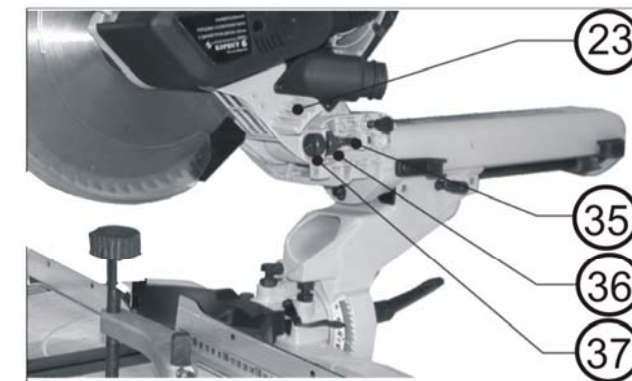

Рис. 5
Изучив приведенную ниже таблицу 3, Вы можете настроить вашу пилу на пиление потолочных плинтусов с углами 52° и 38°, (см. Рис. 7). Пиление напольного плинтуса (с такими же параметрами углов) производится по аналогии с потолочным, учитывая его нижнее положение. Для пиления плинтусов с другими параметрами углов (не соответствующими Рис. 5), рекомендуем изучить соответствующую справочную или учебную литературу
При выполнении этой регулировки **ОТКЛЮЧИТЕ ПИЛУ ОТ СЕТИ** и опустите диск максимально вниз. Нижнее положение пилы регулируется с целью предотвращения контакта диска с металлическими деталями пилы. Глубина пиления контролируется моментом касания конца шпильки регулировки нижнего положения (35), Рис. 5, ограничителя нижнего положения пилы (23), Рис. 5, при опущенной пиле. При необходимости регулировки ослабьте гайку фиксации регулировки нижнего положения пилы (37), придерживая отверткой шпильку регулировки нижнего положения пилы (35), Рис. 5. Вращайте гайку регулировки нижнего положения пилы (36), придерживая отверткой шпильку регулировки нижнего положения пилы (35), Рис. 5.
Отрегулируйте нижнее положение пилы так, чтобы при вращении диска рукой отсутствовал контакт зубьев с металлической поверхностью. Затяните гайку фиксации регулировки нижнего положения пилы (37), Рис. 5.